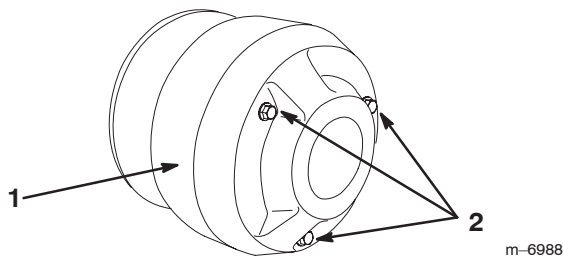

Figure 40
3. Retirez les trois boulons de fixation du couvercle de l'embrayage et déposez le couvercle (Fig. 40).